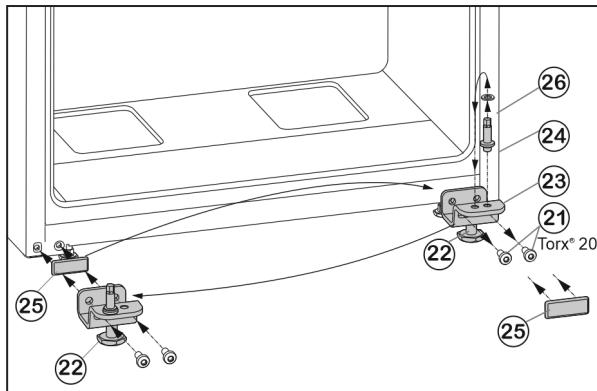

Fig. 7
- ▶ Викрутіть гвинти кріпління Fig. 7 (21).
- ▶ Зніміть нижній опорний кронштейн Fig. 7 (23) разом із гвинтом Fig. 7 (24), шайбою Fig. 7 (26) та установочною ніжкою Fig. 7 (22).
- ▶ Відкрутіть гвинт Fig. 7 (24) разом із шайбою Fig. 7 (26), переставте їх у протилежний отвір опорного кронштейна та знову закрутіть.
- ▶ Обережно зніміть кришку Fig. 7 (25) і переставте її на протилежній бік.
- ▶ Знову прикрутіть нижній опорний кронштейн Fig. 7 (23) разом із гвинтом Fig. 7 (24), шайбою Fig. 7 (26) та установочною ніжкою Fig. 7 (22) на інший бік шарніра (**з моментом 4 Нм**), у разі необхідності скористайтеся акумуляторним гвинтокрутом.
- ▶ Встановіть нижні дверцята згори на опорний гвинт Fig. 7 (24).
- Викрутіть установочну ніжку Fig. 7 (22) на нижньому опорному кронштейні Fig. 7 (23), доки він не буде опиратися на підлогу.